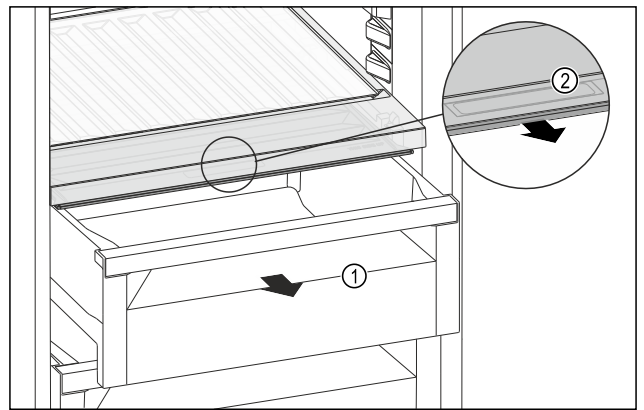

Fig. 164
- ▶ Schubfach Fig. 164 (1) herausziehen.
- ▶ Griffmulde Fig. 164 (2) am Fachdeckel anfassen und Fachdeckel gleichzeitig nach vorne ziehen.